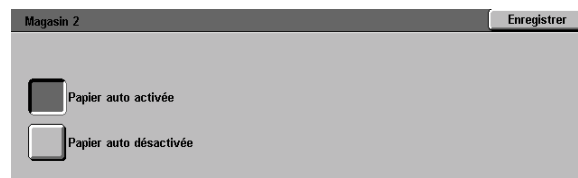

Figure 10 : Écran de paramétrage d'un magasin
- 4** Pour activer ou désactiver l'alimentation automatique des supports, sélectionnez l'option correspondante à l'aide des flèches vers le haut et vers le bas, puis appuyez sur **Modifier** pour afficher l'écran correspondant (voir la figure 10).